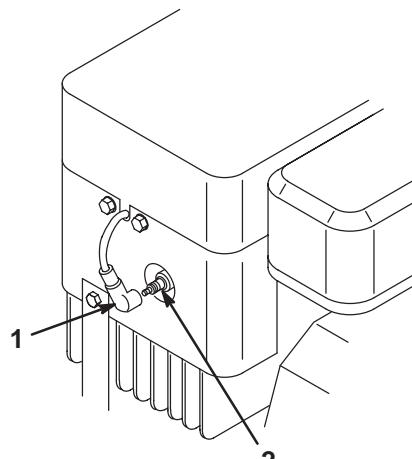

Figure 24
- Passez sous le corps de la machine, au-dessus de la roue arrière gauche, et débranchez le fil de la bougie (Fig. 24).
3. Branchez la bougie (Fig. 24).